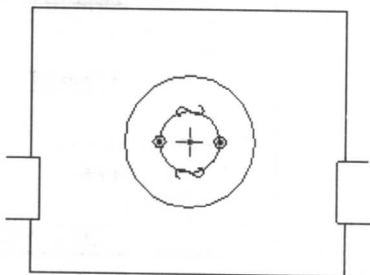

图 1-24 绘制二维草图
(9) 在草绘模式下，单击工具栏中的  按钮，选取图 1-24 中生成的小圆边界。在工具栏中单击  按钮，完成草图的绘制工作。